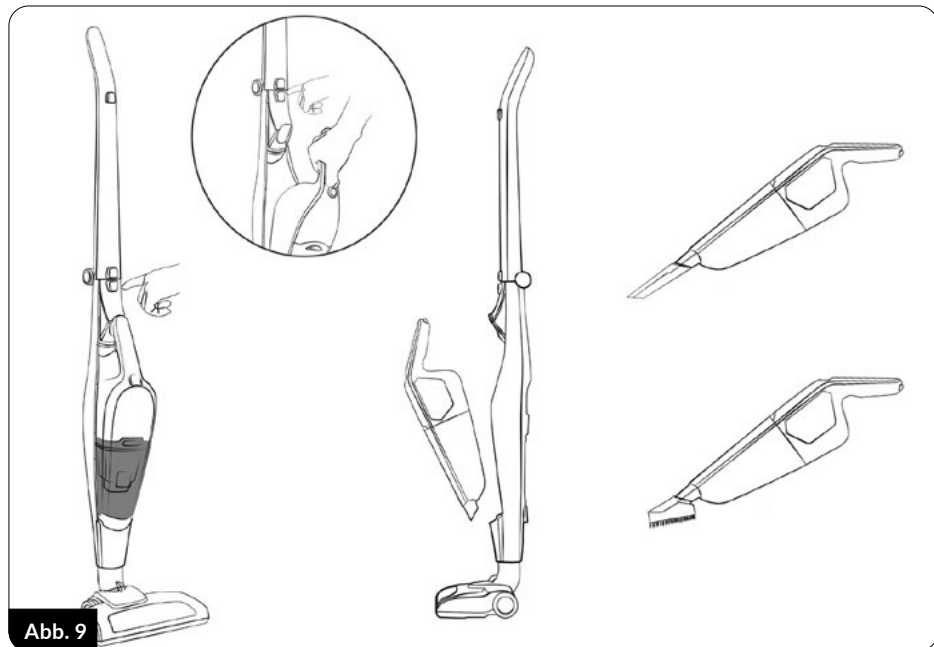

Abb. 9
wird. Drücken Sie den Knopf (4) und nehmen Sie den Staubsauger aus dem Hauptgriff (2). Bringen Sie dann das gewünschte Zubehör am Ende des Staubsaugers an (Abb. 9).